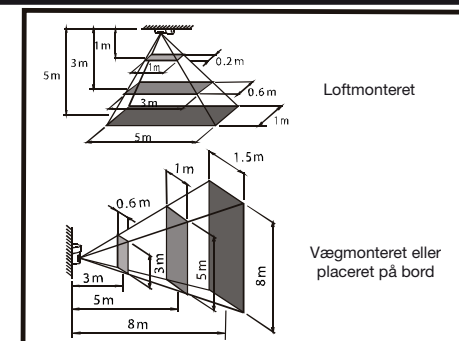

Fig. 4
1. Detekteringsområdets størrelse er afhængig af sensorens højde placeret over gulv. Fig. 4